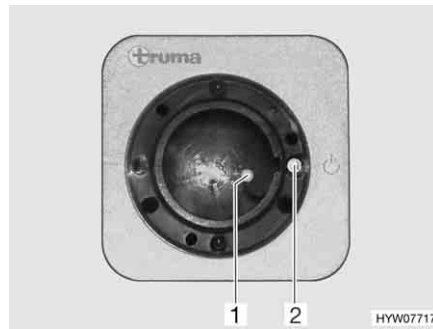
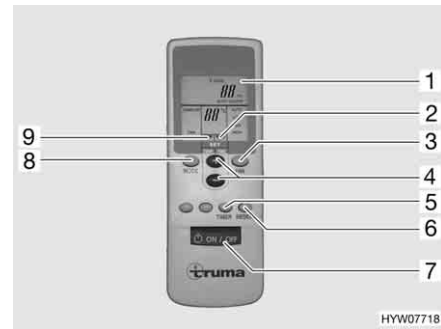

Fig. 98 Ricevitore
Fig. 99 Telecomando
- Accendere il telecomando con l'interruttore (Fig. 99,7). La spia verde di controllo (Fig. 98,1) indica la modalità di raffreddamento.
- Impostare la modalità di funzionamento desiderata con il tasto (Fig. 99,8).
- In caso di necessità, impostare con i tasti (Fig. 99,3 e 4) la potenza della ventola desiderata e la temperatura dell'ambiente. La freccia (Fig. 99,9) indica la modalità di regolazione selezionata.
- ▷ Sul ricevitore si trova un ulteriore interruttore a tasto (Fig. 98,2) con il quale è possibile spegnere e accendere l'impianto di climatizzazione anche senza il telecomando. Quando l'impianto di climatizzazione viene acceso mediante questo interruttore a tasto, viene selezionata automaticamente l'ultima modalità di funzionamento impostata con il telecomando.
- Per spegnere, premere nuovamente il tasto (Fig. 99,7) al telecomando.
- Per programmare l'impianto di climatizzazione, accendere con il tasto (Fig. 99,7) sul telecomando.
- Con i tasti (Fig. 99,8, 3 e 4), impostare la modalità di funzionamento e la temperatura dell'ambiente desiderate.
- Selezionare la funzione desiderata (Fig. 99,1) con il tasto (Fig. 99,5):
- Selezionare il tempo di commutazione desiderato (da 1 a 15 ore) con il tasto (Fig. 99,4). La freccia (Fig. 99,2) lampeggia e indica la modalità di regolazione.
- ▷ Con il tasto (Fig. 99,6) le impostazioni del telecomando vengono ripetutamente inviate al ricevitore.